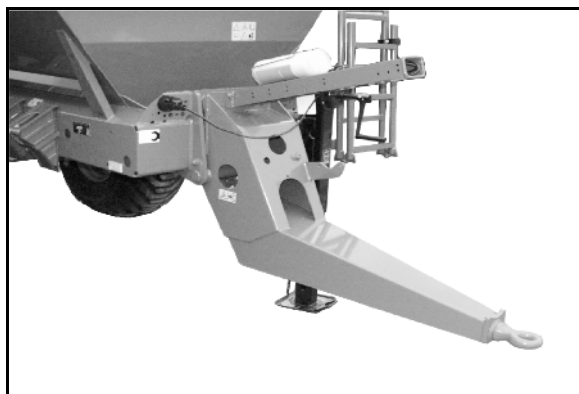

Рис. 26
- сцепным дышлом «Hitch» (Рис. 26),